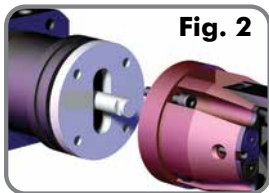

Fig. 2
3. Rotate Spacer 90° (Fig. 2).